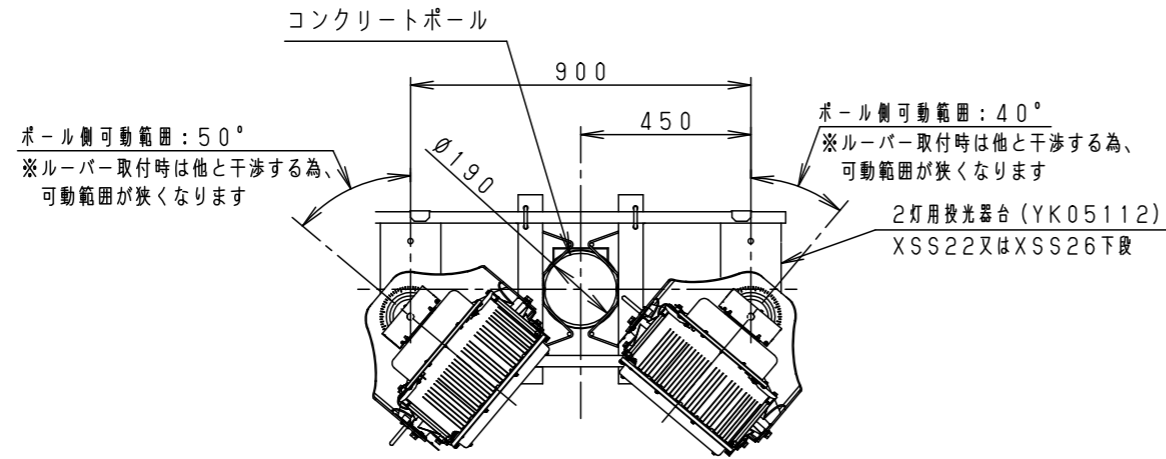
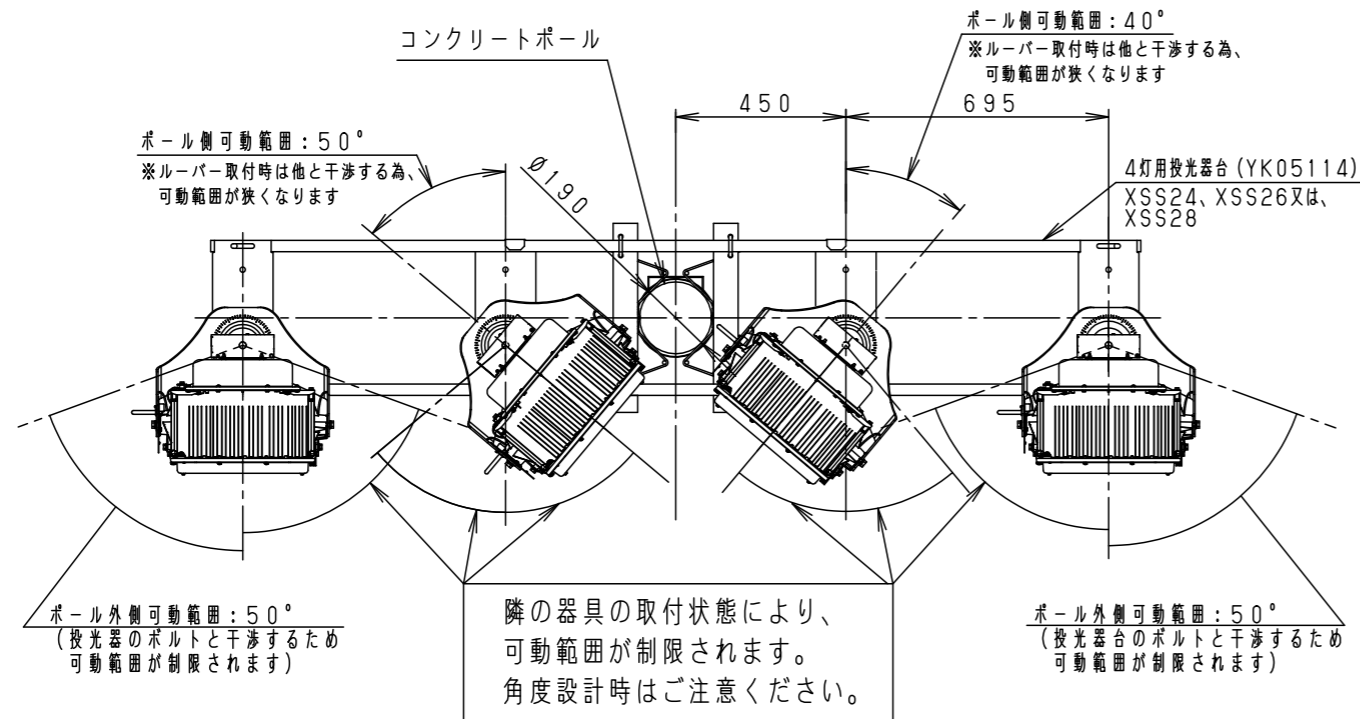

図1. 2灯用投光器台 (YK05112) に取付時の注意事項
図2. 4灯用投光器台 (YK05114) に取付時の注意事項
- 水平面・壁面（上下）・傾斜面に取付可能です。但し、壁面（上下）・傾斜面取り付けの場合、横向き設置はしない。（図1参照）屋外で使用时、フィルター側を水平上向きに設置しない。（図2参照）感電・火災の原因となります。